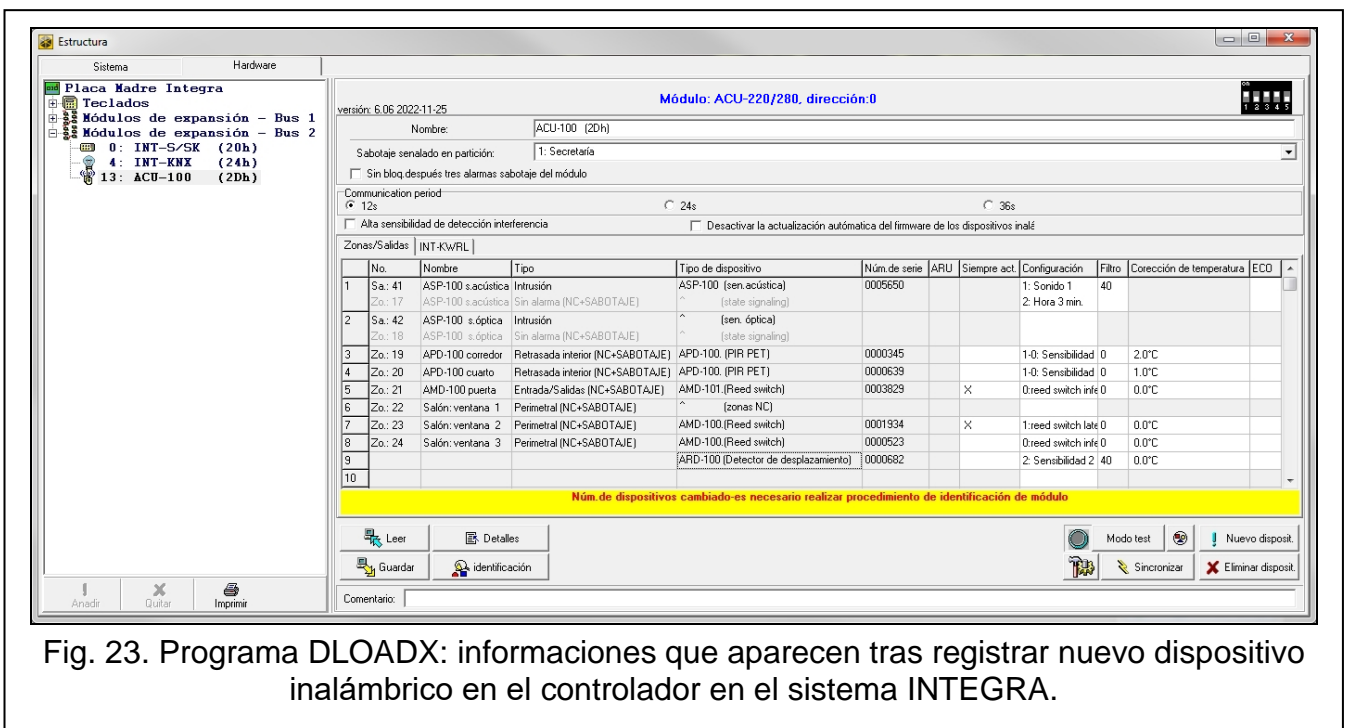

Fig. 23. Programa DLOADX: informaciones que aparecen tras registrar nuevo dispositivo inalámbrico en el controlador en el sistema INTEGRA.
10. Haz un clic en «Identificación» (fig. 23). Las nuevas zonas / salidas inalámbricas se encontrarán disponibles en el sistema de alarma no antes que al finalizar el procedimiento de identificación de los módulos de expansión.